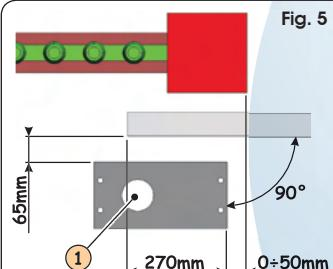
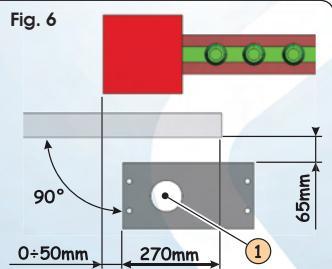

Fig. 5
Fig. 6
2. La placa de cimentación debe colocarse como se muestra en la Fig. 5 (cierre derecho) o Fig. 6 (cierre izquierdo) para garantizar el correcto engranaje entre el piñón y la cremallera.
! Cuando coloque la placa deje el orificio Ø 80 previsto para el paso de las vainas a la izquierda, como se indica en las Fig. 5 y 6 ref. ①.
! Para efectuar fácilmente las conexiones deje sobresalir los cables unos 40 cm. del orificio (Fig. 5 y 6 ref. ①) de la placa de cimentación.